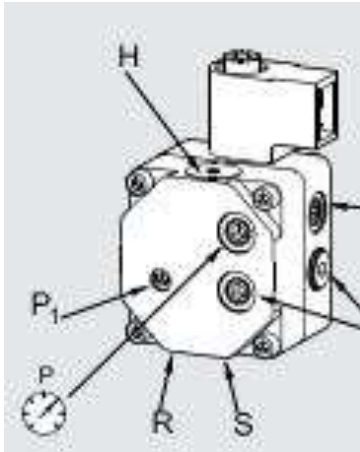

Fig.6
Rengør brændstoffiltre ved at løsne filterbakken (med uret) Fjern filterpatronen og vask den med benzin, eller udskift den om nødvendigt. Kontroller O-ringens tætning og udskift den om nødvendigt. Saml bakken igen (fig.2). Brændstoffilteret monteret på tandhjulspumpen bør rengøres eller udskiftes om nødvendigt ved at skrue hætten H af (se fig. 6)
### Justering af brændstofpumpens tryk (fig. 6)
**HØJ HØJDE ISTALLATION:** På grund af lavere iltmængde i forhold til installation i høj højde over havets overflade kan det være nødvendigt at øge lufthastigheden ved at åbne luftkraven (fig. 7) eller reducere indstillingstrykket på brændstofpumpen (fig. 6). Denne indstillingsjustering kan være nødvendig for at forhindre overdreven røgforurening på grund af iltmangel.